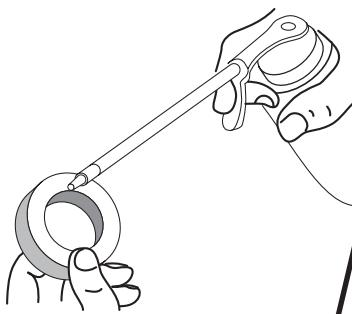

Fig. 39
- Appliquez suffisamment d'huile propre SAE 30 pour enduire légèrement le filtre (Fig. 39).